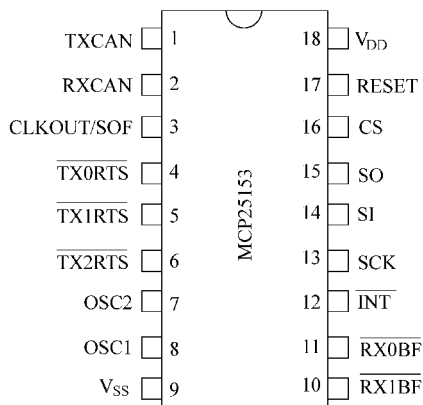

图 11-40 MCP 2515 芯片
- 18 引脚 PDIP/SOIC 如图 11-40 所示。